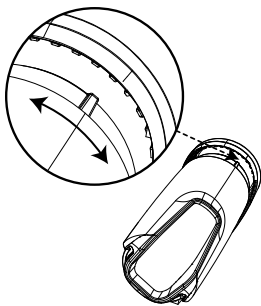

Figure 7 :
6. Insérez le haut du détecteur dans le support. Lorsque vous insérez le détecteur, choisissez une encoche du support qui vous permette de positionner le détecteur de manière à couvrir la zone à protéger. Voir Figures 7 et 8.